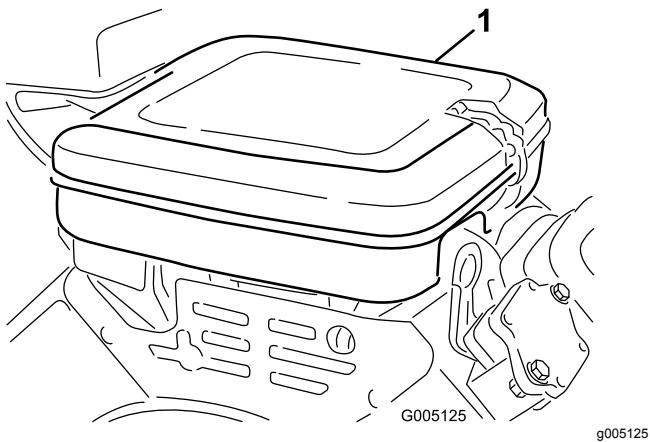

Figura 45
1. Pulite accuratamente il coperchio (Figura 45).